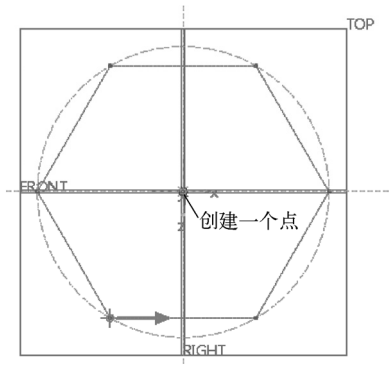

图 4-86 绘制第三个截面
8) 在“截面”面板中单击“草绘”按钮，进入草绘器中，在“草绘”组中单击×(点)按钮，绘制图 4-86 所示的一个点，也就是说，第 3 个截面由一个点构成。单击✓(确定)按钮，完成截面草绘并退出草绘器。